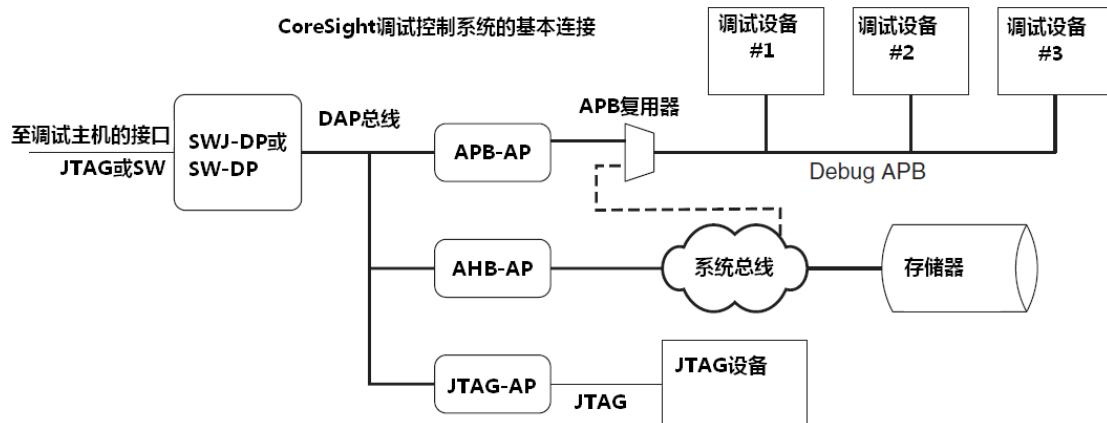

图 15.2 CoreSight 系统设计概念图
- 调试组件所需的空间挤到了系统的存储器映射中。而在标准的 **CoreSight** 系统中，是为调试总线另开了一个地址空间的。例如，在 **CoreSight** 系统中，系统连接的概念图如图 15.2 所示：